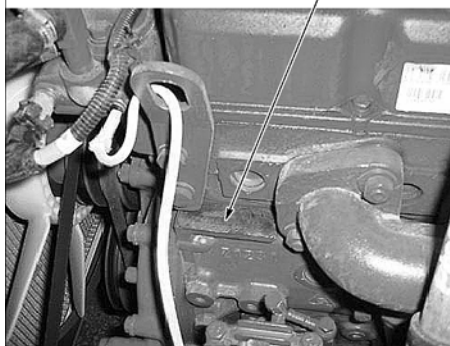

Рис. 1.3. Маркировка двигателя
**Фирменная табличка двигателя** (рис. 1.2) закреплена на крышке головки блока цилиндров. На табличке выбиты характеристики двигателя, его модель и номер. Также маркировка нанесена на блоке цилиндров слева (рис. 1.3).